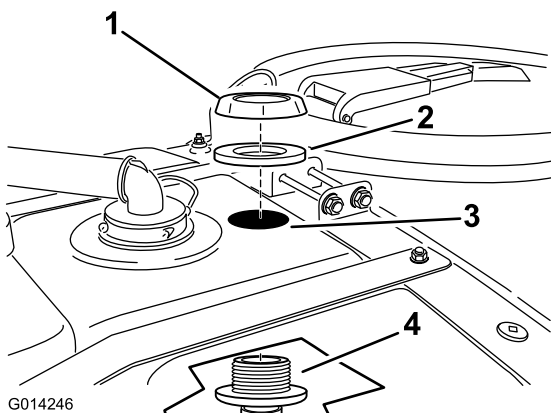

图15
2. 将喷嘴组件向上穿过刚才钻的孔（图15）。
3. 将垫片和塑料凸缘螺母拧在药缸顶部隔板外露的螺纹上（图15）。确保密封件正确固定在塑料螺母和药缸表面之间。